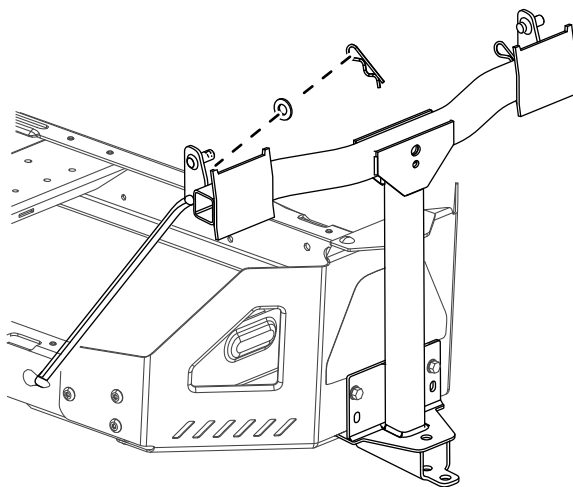

Figura 10
4. Installate l'estremità curva e svasata di un'asta nella scanalatura sagomata presente sul lato sinistro del telaio della macchina e spostate l'asta indietro per inserirla in posizione nel telaio (Figura 10).
5. Inserite le estremità curve delle aste nel supporto dell'attrezzo come illustrato nella Figura 10 e fissate l'estremità di ciascuna asta con una rondella e una coppiglia.